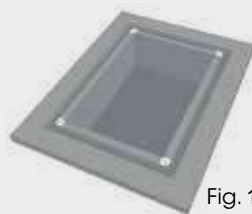

Fig. 1
- 1 Se colocan en los cuatro ángulos, las piezas especiales de esquina del tipo de reborde elegido. Fig. 1